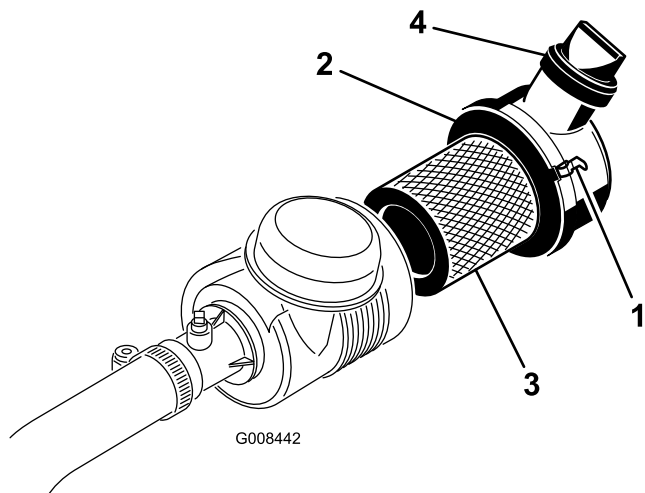

Figura 38
1. Liberte os trincos que fixam a cobertura do filtro de ar ao respectivo corpo (Figura 38).
6. Volte a montar a cobertura e fixe os trincos (Figura 38).